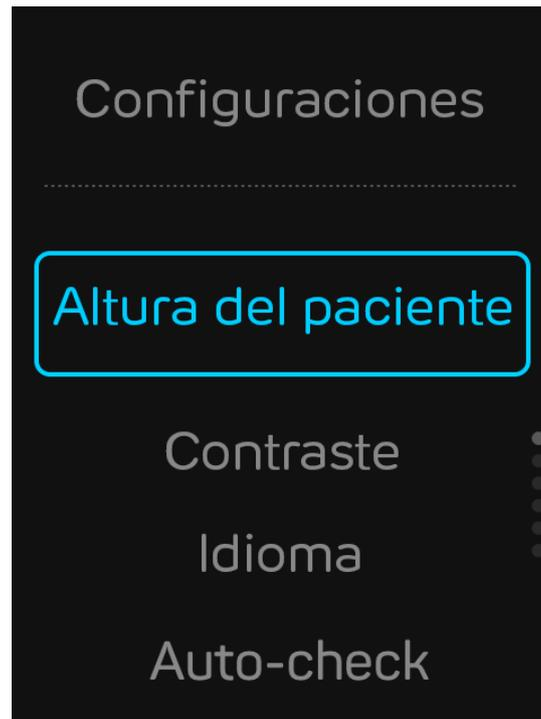

Figura9 - Menú Configuración
- Llegará al menú Configuración (ver Figura9).